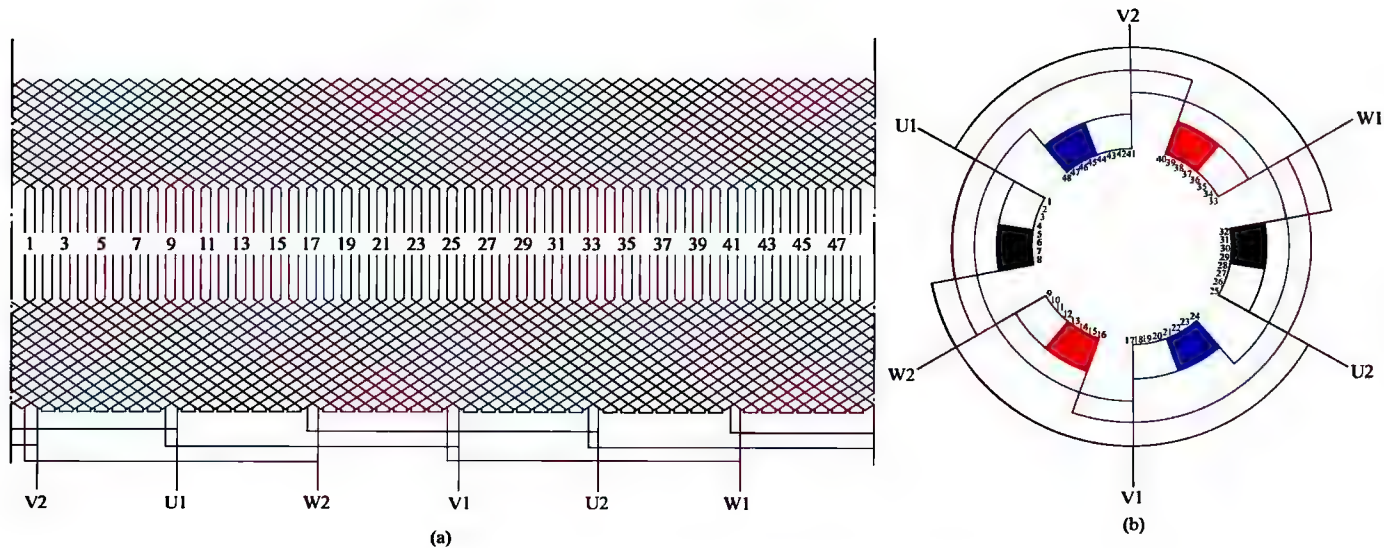

图 1-19 三相 2 极 48 槽双层叠绕组 2 路接法
19. 三相 2 极 48 槽双层叠绕组 2 路接法展开图与接线圆图 (见图 1-19)